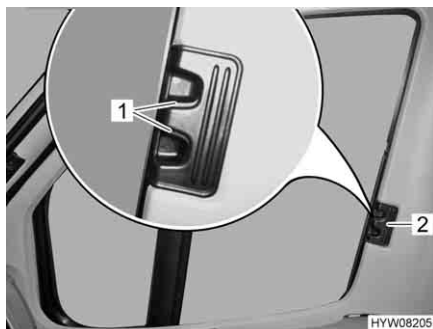

Fig. 6 Bloccaggio delle tendine oscuranti pieghevoli per il finestrino del conducente/passeggero (Fiat)
- Inserire la tendina oscurante pieghevole per la maniglia (Fig. 6,2) fino all'arresto.
- Fare innestare le maniglie di sbloccaggio (Fig. 6,1).